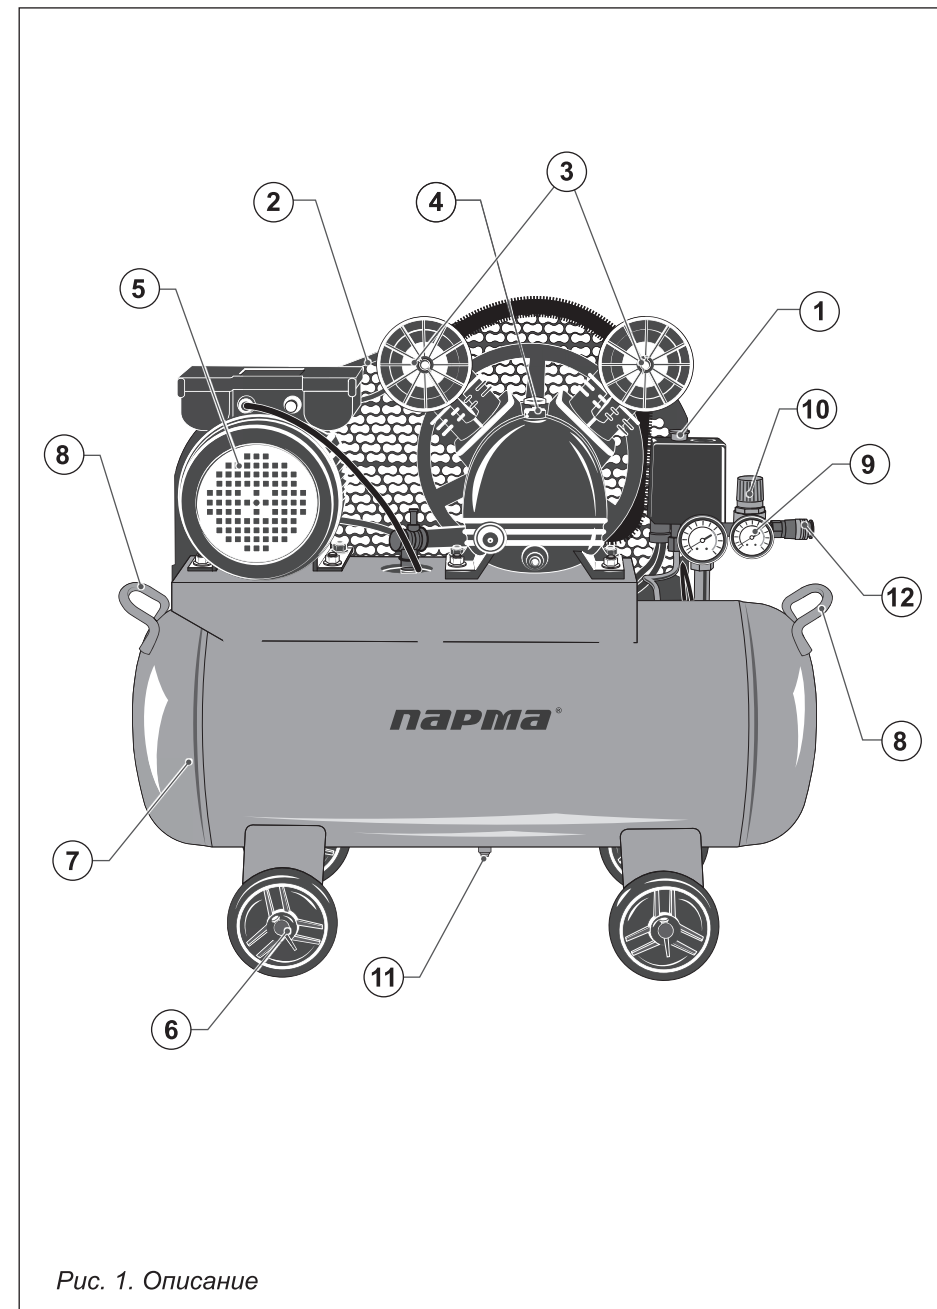

Рис. 1. Описание
**2. УСТРОЙСТВО КОМПРЕССОРА (рис. 1)**